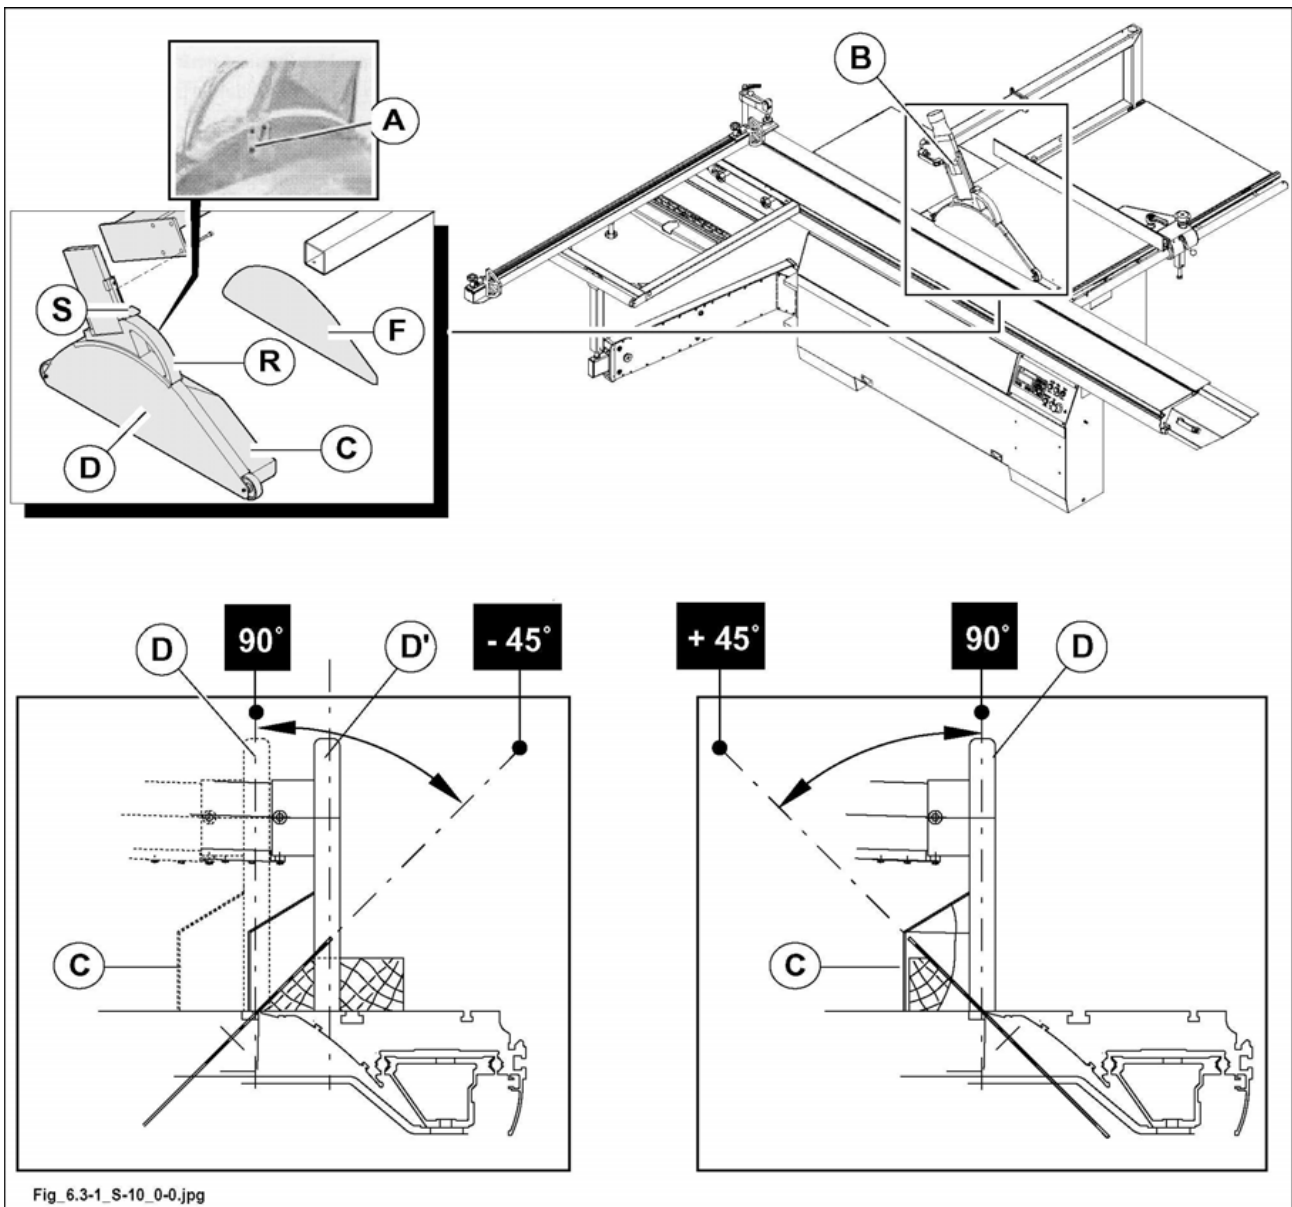

Abb. 6.3-1
- Hängeschutzvorrichtung (D Abb. 6.3-1) heben.
- Hängeschutzvorrichtung (D Abb. 6.3-1) in einer Höhe 4-5 mm zum Werkstück anordnen.
Die Vorrichtung wird mit zwei Schutzabdeckungen (F Abb. 6.3-1) und (C Abb. 6.3-1) geliefert, eine für die Schnitte mit der 90°-Säge und eine für Schnitte mit der geneigten Säge.
wenn mit der 90°-Säge gearbeitet wird, stets die Schutzabdeckung (F Abb. 6.3-1) verwenden.
Wenn in der geneigten Säge gearbeitet werden muss, muss die Schutzabdeckung (C Abb. 6.3-1) installiert werden.
Für hinterseite (F Abb. 6.3-1) durch Seite (C Abb. 6.3-1) ersetzen:
- Schutzvorrichtung (D Abb. 6.3.1) völlig heben und Hinterseite (F Abb. 6.3.1) herausziehen.
- Die mitgelieferte breite Seite (C Abb. 6.3.1).
die Kappe mit dem Griff (R Abb. 6.3-1) und dem Hebel (S Abb. 6.3-1) je nach Holzdicke anhaben oder absenken.
wenn Sie geneigte Schnitte ausführen, immer darauf achten, dass sich die Schutzeinrichtung auf der korrekten Position befindet (D Abb. 6.3-1), wie auf dem Aufkleber abgebildet (B Abb. 6.3-1).
um geneigte Schnitte mit POSITIVEM WINKEL durchzuführen, innerhalb des Intervalls $90^\circ / +45^\circ$, muss sich die Schutzeinrichtung in der folgenden Position befinden (D Abb. 6.3-1) (siehe Par. 6.11).
um geneigte Schnitte mit NEGATIVEM WINKEL durchzuführen, innerhalb des Intervalls $90^\circ / -45^\circ$, muss man die Schutzeinrichtung (D Abb. 6.3-1) in die folgende Position verschieben (D' Abb. 6.3-1) (siehe Par. 6.11).
Am Ende der Aktion des geneigten Schnittes mit negativem Winkel, muss die Schutzeinrichtung wieder in folgende Position geführt werden (D fig. 6.3-1).